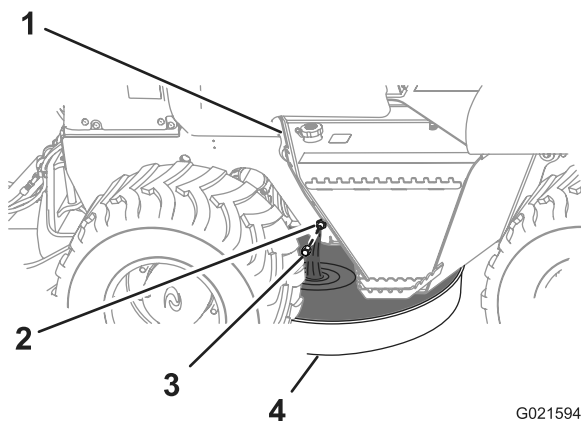

Figure 43
3. Placez un bac de vidange d'une capacité minimum de 8,4 l (8,9 pte) sous l'orifice de vidange d'huile moteur (Figure 43).
- Retirez le bouchon de l'orifice de vidange et laissez couler l'intégralité de l'huile moteur (Figure 43).
- Remettez le bouchon de vidange sur l'orifice de vidange (Figure 43).
- Retirez le bouchon du goulot de remplissage d'huile moteur en le tirant vers le haut (Figure 43).